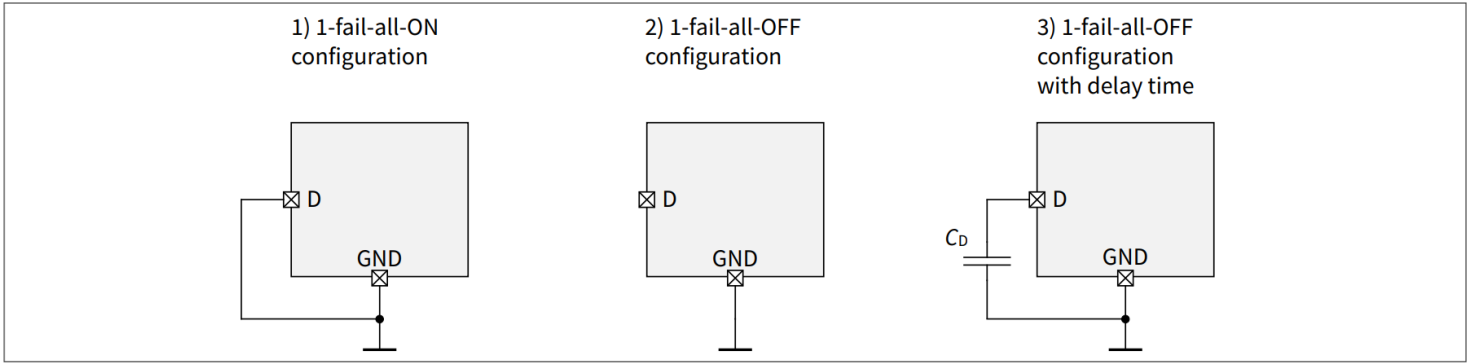

图 13 D引脚配置
- 根据执行的故障管理策略对 LED 阵列中的错误情况做出反应，在多个 LED 链用于给定功能的系统中，如图 13 所示